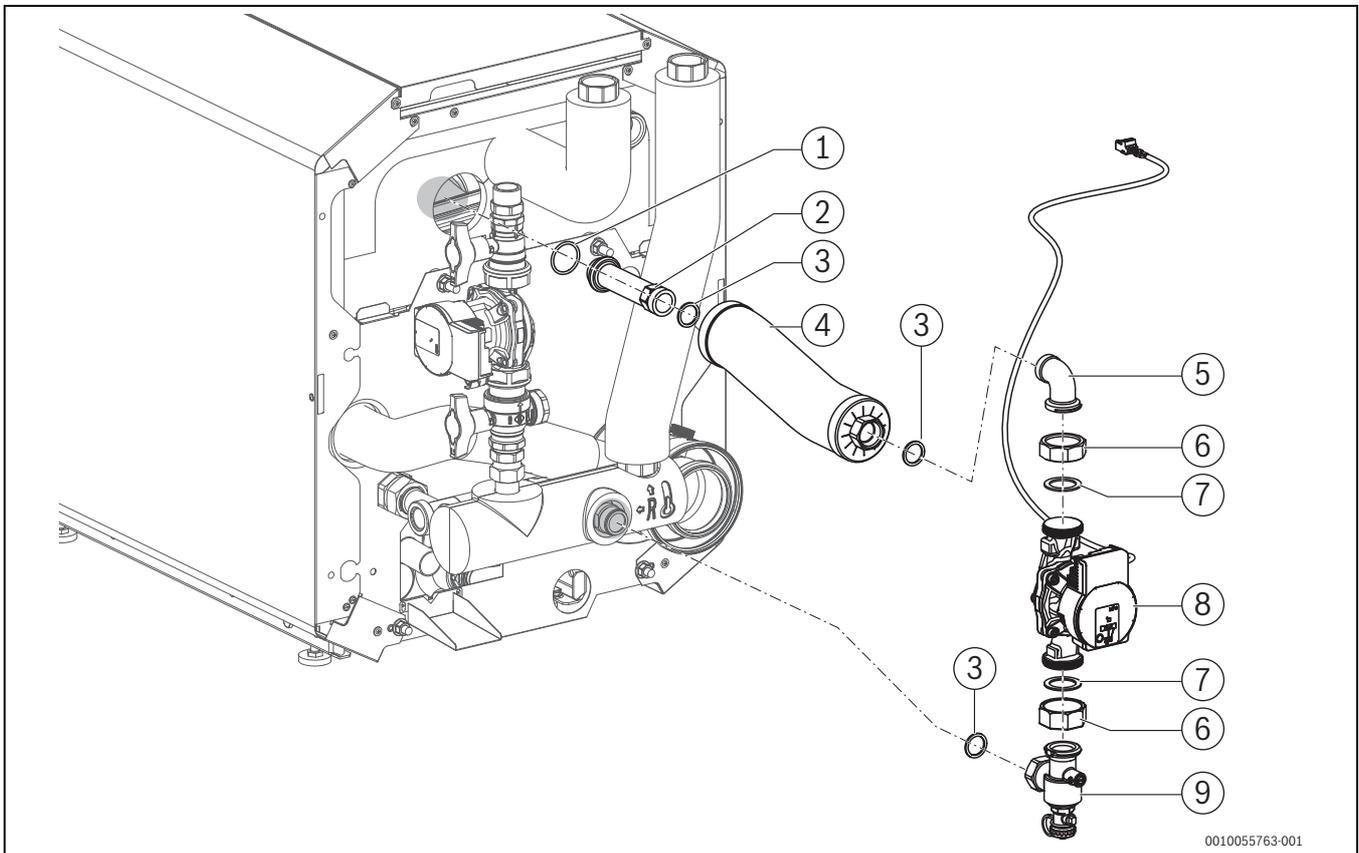

Bild 3 Montage Bypass
- ▶ Rohrgruppe entsprechend Bild 3 an Kessel-Anschluss und Rohrgruppe HF-Set HYC40B montieren.